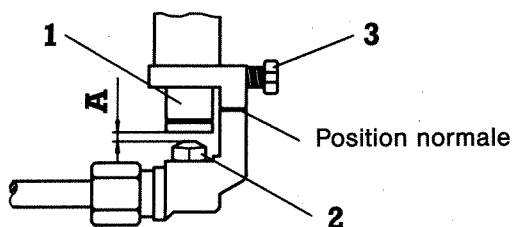

Fig. 12
12. Poggiare la sagoma **13** sul disco di contrassegno **16** ed allineare l'asta **10** finché l'asse **9** non poggia sulla sagoma (misura 37,5). Serrare bene la vite per plastica **12** con apertura chiave 5,5 (fig. 12). Il corretto allineamento e fiassaggio sono determinanti per un buon funzionamento dell' apparecchio.
Cambiare l'ugello principale **2** (v. fig. 12) per il massimo secondo il nuovo tipo di gas ed i dati riportati in tabella. Allentare prima la vite **3**, spostare il manicotto regolatore d'aria **1** e fissare con la vite **3**. Incollare sul bocchettone l'etichetta indicante il tipo di gas usato.
Effettuare la regolazione del manicotto per la regolazione dell'aria **1** secondo il nuovo tipo di gas ed i dati della „Tabella di regolazione della colonna d'aria“. Fissare la vite **3** (v. fig. 12).
— Regolazione dell'aria primaria per i bruciatori esterni (fig. 12)